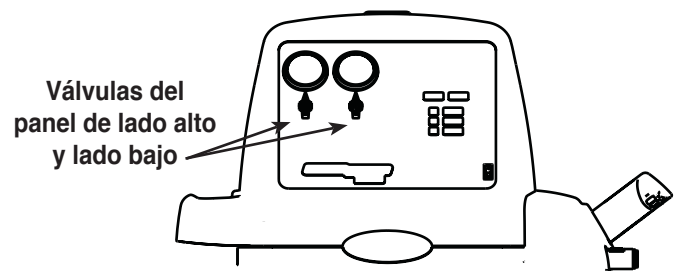

Figura 4
3. Abra la válvula del tanque fuente y la válvula del panel del lado bajo. Consulte la Figura 4.